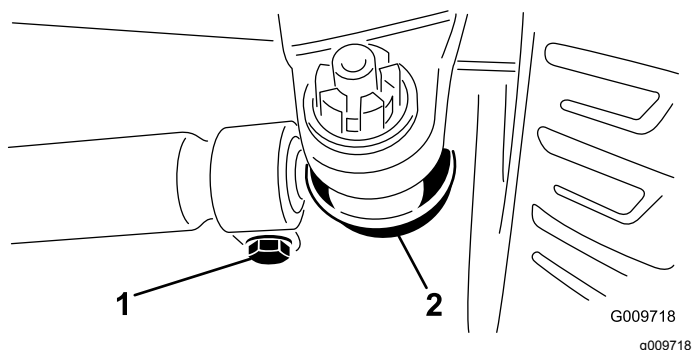

Figura 54
2. Para ajustar, retire la chaveta y la tuerca de la rótula de cualquiera de las bielas (**Figura 54**).
4. Afloje las abrazaderas en ambos extremos de las bielas (**Figura 54**).
5. Gire la rótula retirada una (1) vuelta completa hacia dentro o hacia fuera.
7. Gire el conjunto completo de la biela una (1) vuelta completa en el mismo sentido (hacia dentro o hacia fuera).